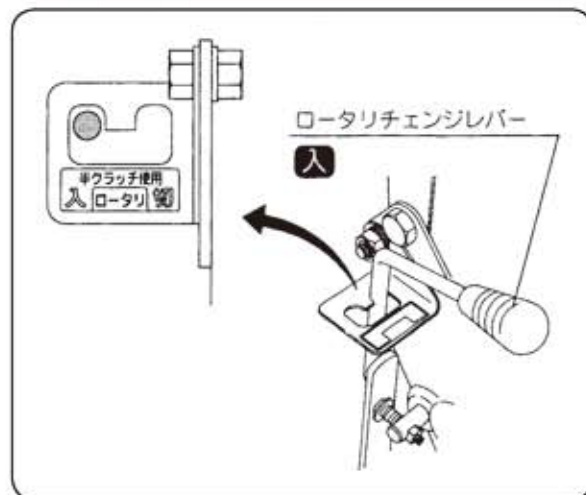

図22
- ① ロータリチェンジレバーを押し下げて、外側に引きながら主クラッチレバーを半クラッチ操作しますと軽く【入】位置に入ります。(図22)